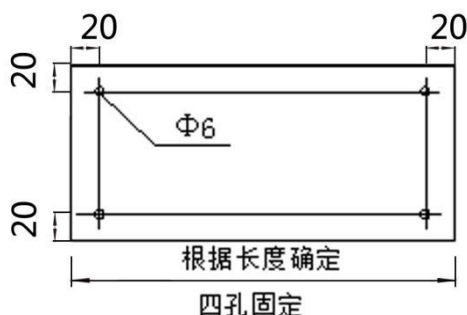

图 3 四孔固定安装示意图
3.4 标识牌采用不锈钢膨胀螺丝进行固定，采用四孔或六孔固定安装。不锈钢膨胀螺丝采用10 mm镜面广告钉装饰。安装示例见图3、图4。